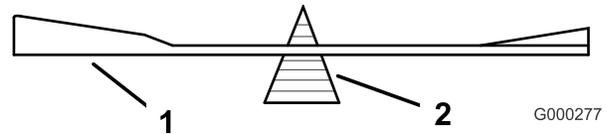

図 82
2. ブレード・ balanサー（図 82）を使ってバランスを調べる。ブレードが水平に停止す